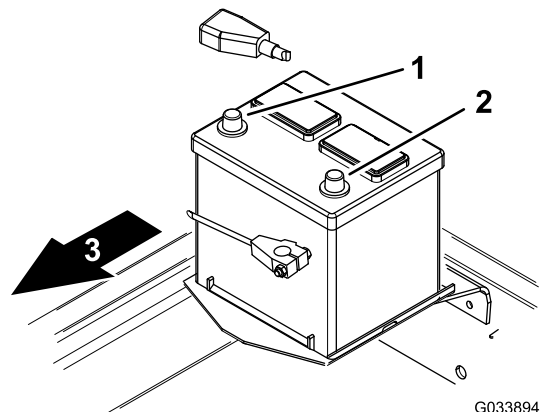

Figure 11
2. Raccordez le câble positif (rouge) de la batterie à la borne positive (+) et glissez le capuchon en caoutchouc sur la borne positive (Figure 11).
3. Branchez le câble négatif (noir) à la borne négative (-) de la batterie (Figure 11).